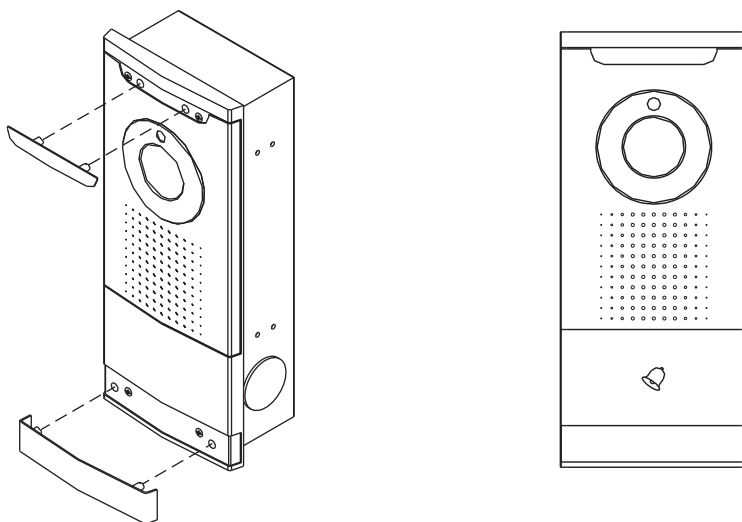

Figura 4
- 7) Inserte la superficie de arriba y abajo en los orificios respectivos hasta que encajen en su lugar (**Figura 4**).